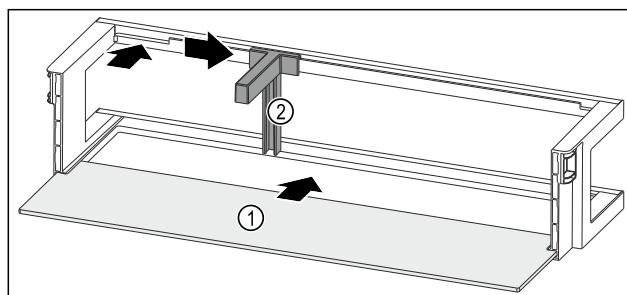

Fig. 165 Dveřní přihrádka s odkládací plochou
- ▶ Odkládací plochu Fig. 165 (1) zasuňte do bočních vybrání.
- ▶ Držák lahví Fig. 165 (2) vložte do vybrání.
- ▶ Držák lahví Fig. 165 (2) posuňte na stranu do požadované polohy.